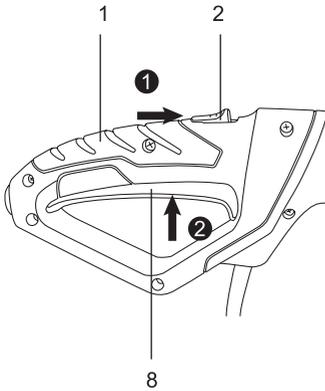

Fig. 24
1. Assurez-vous que rien n'entre en contact avec la chaîne (13) avant de démarrer le produit.
2. Saisissez le produit des deux mains, votre main gauche tenant la poignée de maintien (9) et votre main droite tenant la poignée arrière (1). Ne démarrez pas le produit en le manipulant d'une seule main.
3. Poussez le bouton de verrouillage (2) vers l'avant avec le pouce droit, puis appuyez à fond sur l'interrupteur (8) avec votre index et maintenez-le dans cette position. (Fig. 24)